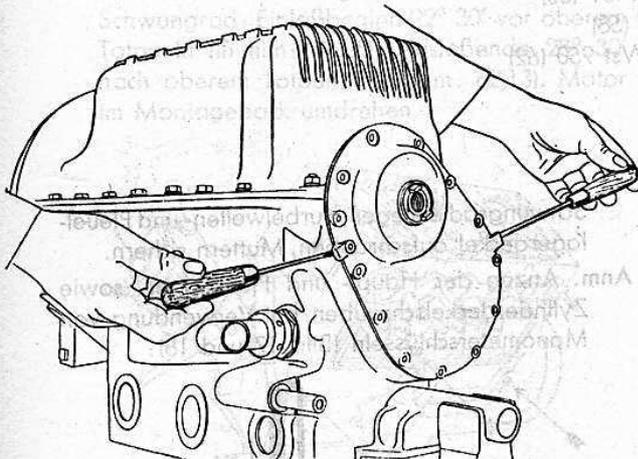

Bild 7
- 9. Motor im Montagebock umdrehen, Rädergehäusedeckel abnehmen, Befestigungsschraube zum Nockenwellenrad lösen, Sicherung vorher zurückschlagen (Bild 7).